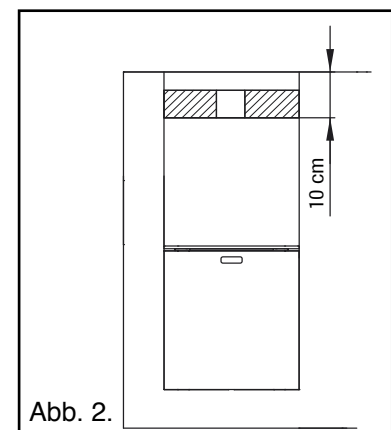

Abb. 2.
- Bringen Sie den Temperaturfühler im Bereich, wie in Abb. 2 gezeigt, an.